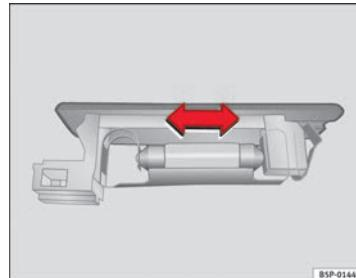

Fig. 167 Luz maletero
- Presione la lámpara lateralmente y extráigala del alojamiento **⇒ fig. 167**.